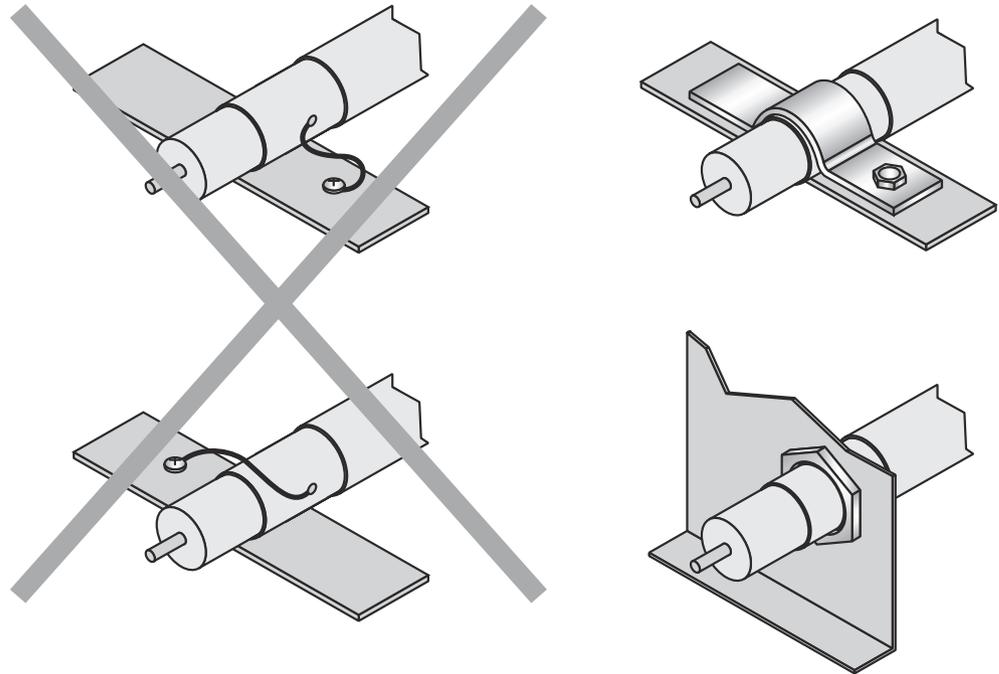

Abbildung 5: Eine großflächige und niederimpedante Masseverbindung des Leitungsschirms im Schaltschrank herstellen.
- Der Leitungsschirm im Schaltschrank muss an eine große Fläche der Betriebserde angeschlossen werden (siehe Abbildung 5, Seite 27).